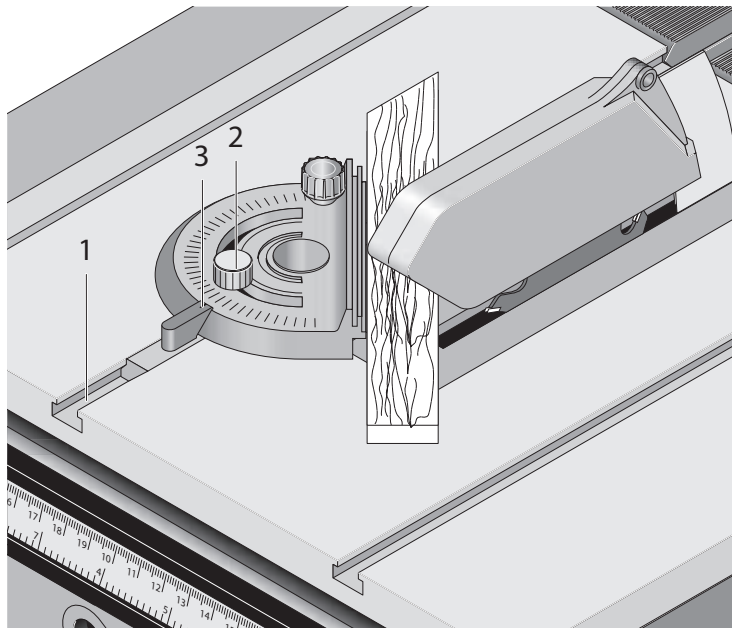

Abbildung 4: Verwendung des Winkelanschlages
- a) Winkelanschlag in die Führung 1 rechts oder links vom Sägeblatt einsetzen, wie in Abbildung 4 zu sehen.